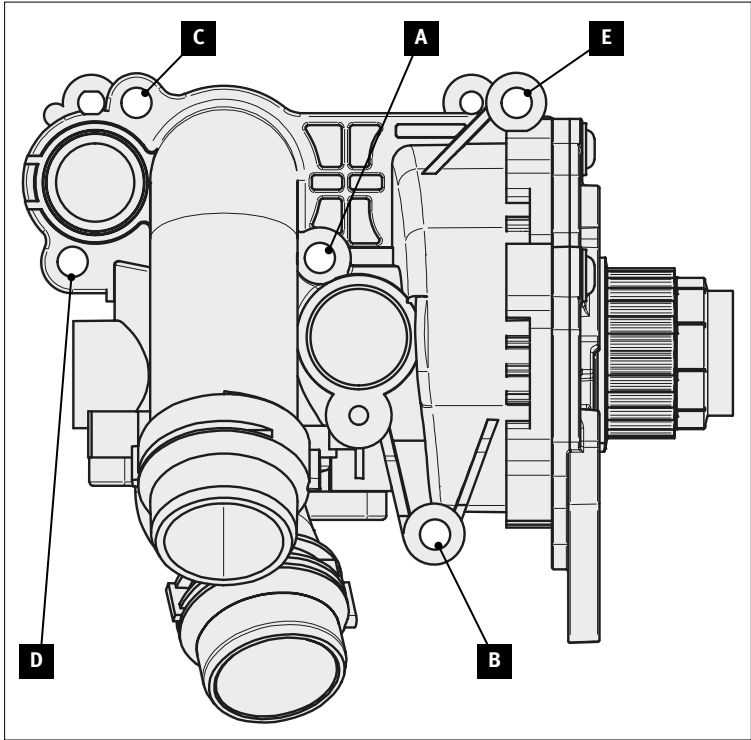

Abb. 2/Fig. 2/Puc. 2/图2
- 如已取下：重新安装连至油冷器 (1) 的连接件 (2)。
- 首先将水泵的接口 (6) 插到连至油冷器 (1) 的连接件 (2) 上。
- 然后将水泵的开口 (4) 插到发动机缸体的两个定心销上。为此，必要时使用反射镜作为辅助工具。
- 交叉拧紧水泵。拧紧螺栓时务必遵守以下顺序 (图 2)：[A] – [B] – [C] – [D] – [E] 拧紧扭矩：9 Nm